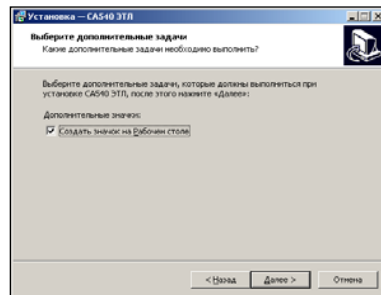

Рисунок 8.4
4) На екрані з'явиться вікно (рисунок 8.4). Зробити установку, як показано на рисунку, або відмовитися від створення значка на Робочому столі, потім клацнути по кнопці **Далее**.